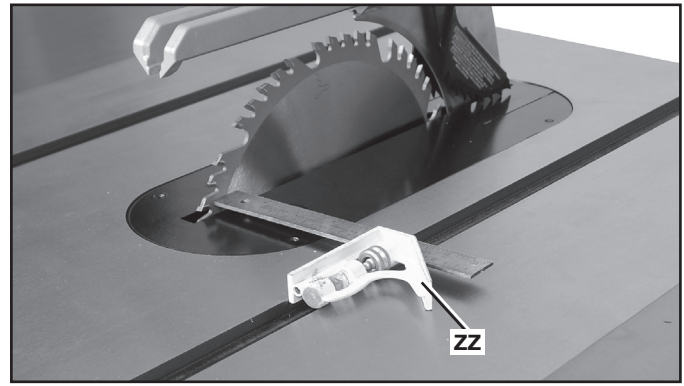

FIG. 46
1. Coloque una escuadra de combinación (ZZ), Fig. 46, en el banco con un borde de la escuadra en la ranura del calibrador de inglete. Ajuste la escuadra para que el borde de la regla toque la cara de la hoja de la sierra en la posición delantera. Trabe la escuadra.